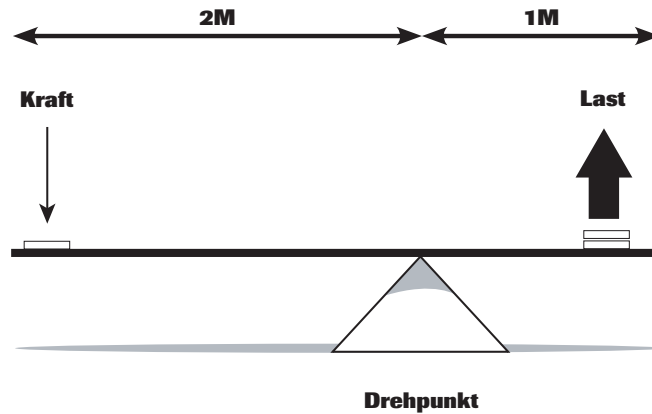

Fig. 2
- ☉ Im Fall des zweiseitigen Hebels unten (siehe Fig. 2) ist die angewandte Kraft doppelt so weit vom Drehpunkt entfernt wie die Last. Das Heben der Last erfordert einen Kraftaufwand, der halb so groß ist wie das Gewicht der Last. Wenn die angewandte Kraft im Vergleich zur Last dreimal so weit vom Drehpunkt entfernt ist, erfordert das Heben der Last nur ein Drittel des Lastgewichts.